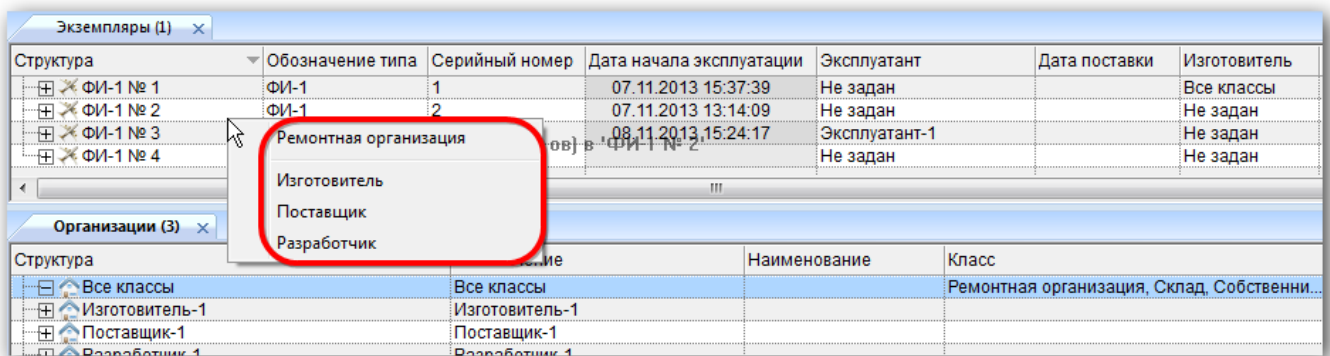

Рис. 13-41 – Выбрать тип связи между экземпляром и организацией
3) В появившемся списке выбрать тип связи между экземпляром и организацией (рис. 13-41).